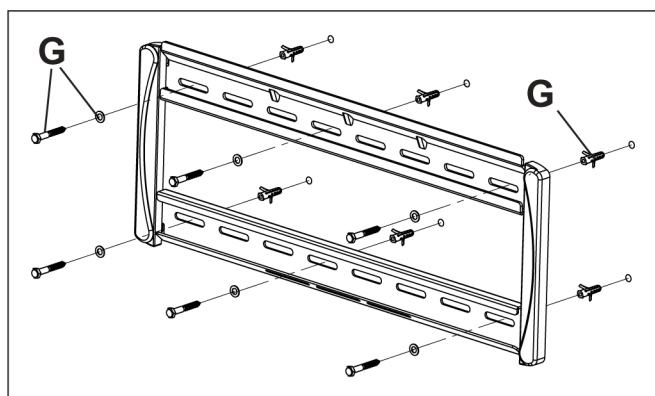

Abbildung 6
Benutzen Sie die Wandhalterung als Schablone, um 6 Punkte an der Wand für die Bohrlöcher zu markieren. Achten Sie auf die exakte horizontale Ausrichtung beim Markieren, zu diesen Zweck sind die meisten NEG Wandhalterungen mit einer integrierten Wasserwaage ausgestattet. Sollte diese fehlen oder defekt sein, verwenden Sie eine andere Wasserwaage. Sie benötigen 6 Montagepunkte, 3 für die obere Lochleiste und 3 für die untere Lochleiste. Die Bohrlöcher sollten jeweils einen Abstand von mindestens 150mm (6") zueinander haben. Verwenden Sie einen 10er Bohrer für die Löcher und bohren Sie diese mindestens 90mm tief. Befüllen Sie jedes der Löcher mit den Dübeln (G). Achten Sie darauf, dass die Dübel exakt bündig mit der Wandoberfläche sitzen. Befestigen Sie nun die Wandhalterung mit den Schrauben und Unterlegscheiben (G) an der Wand. Siehe Abbildung 6